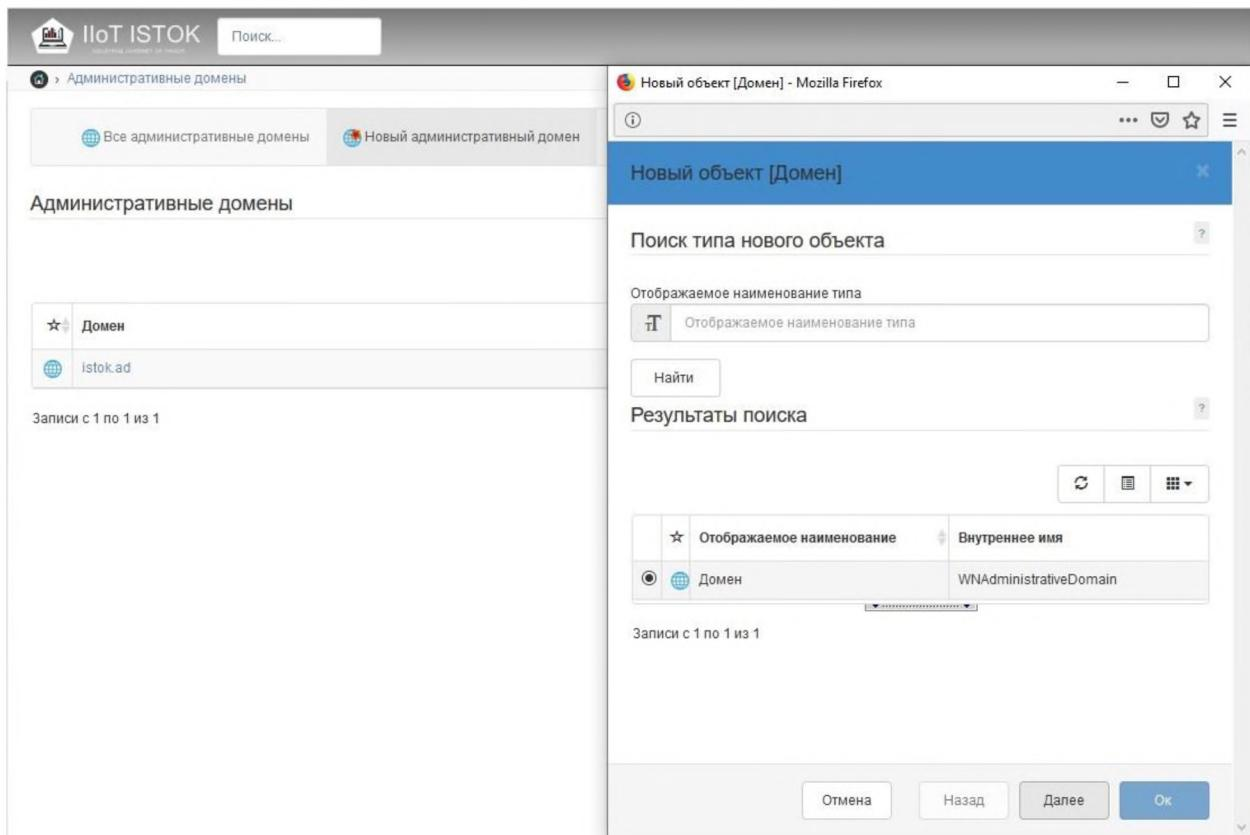

Рисунок 5 – Создание домена
3) Нажмите кнопку **Найти**, выберите тип домена и нажмите **Далее** (рис. 5).